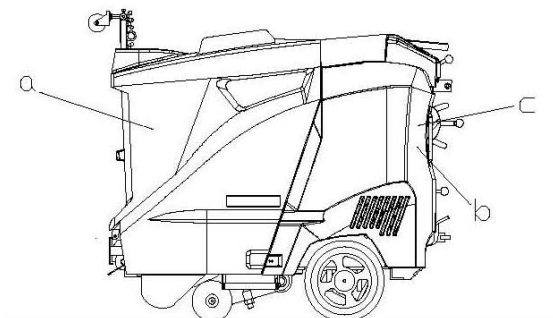

図 15
- 14.リヤカバー(b) サイドカバー(c)を取付、ボンネットを閉じる。・・・図15